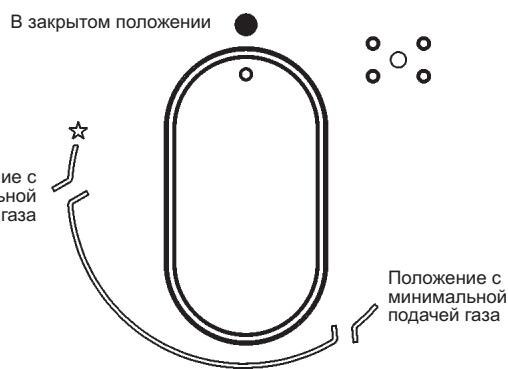

РИС. 1
Нажмите и поверните против часовой стрелки ручку конфорки до положения большого пламени (рис. 1), затем нажмите кнопку.
Для розжига конфорок, оснащенных системой «газ-контроль», следует повернуть против часовой стрелки ручку конфорки до положения большого пламени (рис. 1) (до упора). Затем нажмите ручку и произведите розжиг, как описано выше.
- После закипания переведите ручку в положение малого пламени (рис. 1).
- **розжиг конфорок с предохранительной термопарой (системой “газ-контроль”) можно произвести только если ручка установлена в положение Максимум (большое пламя рис. 1).**